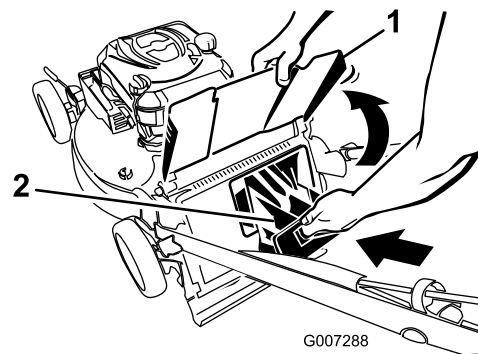
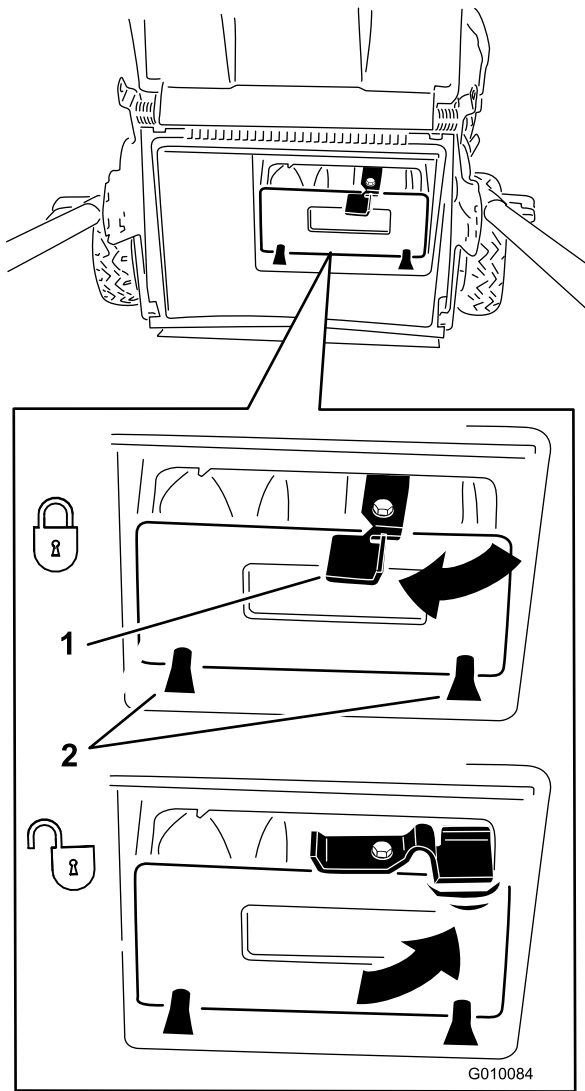

Figure 17
Figure 18
**Important:** Vérifiez que l'obturateur de l'éjecteur arrière est bien verrouillé en place. Pour enlever l'obturateur : relevez le déflecteur d'éjection (Figure 17), appuyez fermement sur l'obturateur jusqu'à ce qu'il s'enclenche en position derrière les languettes, et tournez le levier situé sur l'obturateur vers la gauche (Figure 18).
**Remarque:** Pour déverrouiller l'obturateur, tournez le levier situé dessus vers la droite (Figure 18).